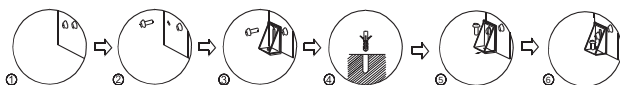

Рис.2
- 1-2. Ослабьте винты в левом или правом нижнем углу, как показано на Рис.2